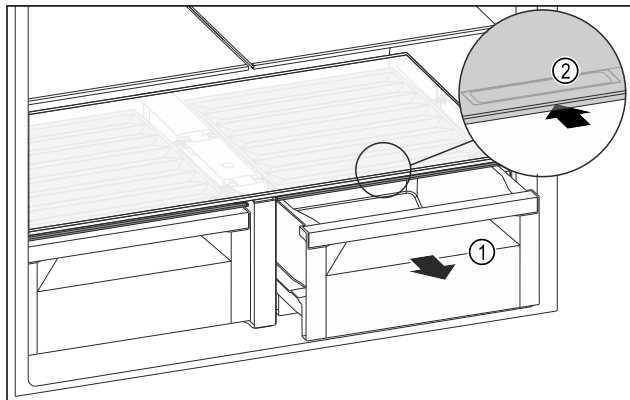

Fig. 99
- Estrarre il cassetto Fig. 99 (1).
- Afferrare la maniglia incassata Fig. 99 (2) sul coperchio dello scomparto e spingere allo stesso tempo all'indietro il coperchio dello scomparto.